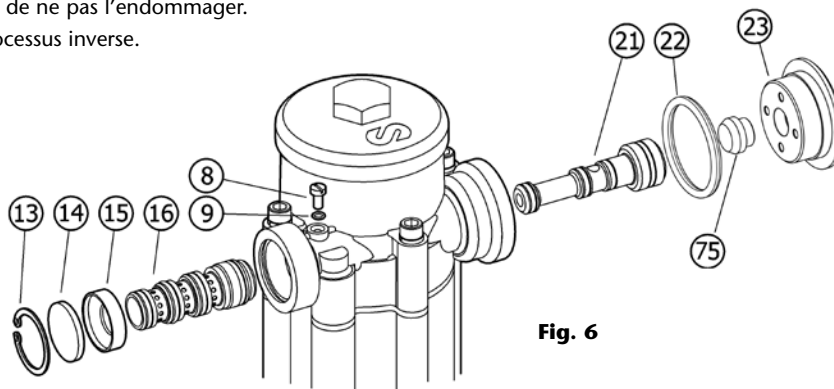

Fig. 6
1. Desserrer le bouchon (23) et retirer l'anneau de sécurité (13), le silencieux (14) ainsi que la portée du filtre (15).
2. Démonter l'axe du distributeur (21) (fig. 6).
3. Dévisser totalement la vis (8) et retirer soigneusement le manchon du distributeur (16) à l'aide d'un repoussoir.
4. Lubrifier et placer le nouveau manchon ainsi que ses joints toriques en l'introduisant sur le côté du bouchon (23), en tenant compte de la butée du silencieux (14) et en prenant soin de ne pas l'endommager.